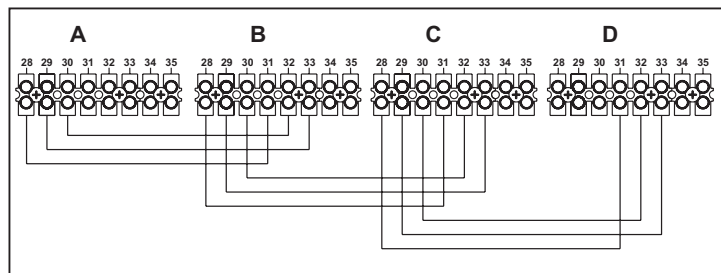

рис. 25 - Соединение в батарее
1. Соедините модули, как показано на рис. 25
В противном случае перекройте электрическое питание и проверьте кабельные соединения в рис. 25.